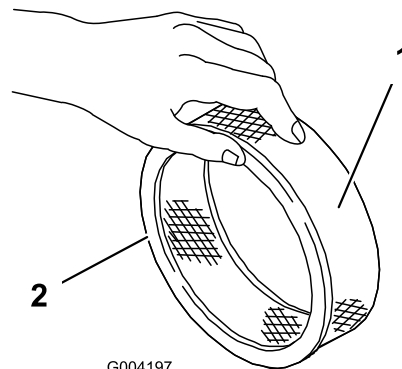

Figura 42
- Controllate che il filtro in carta non sia strappato, che non abbia strati untuosi e che la guarnizione in gomma non sia danneggiata (Figura 42).
- Fate scorrere attentamente il prefiltro in schiuma sintetica sul filtro di carta (Figura 42).